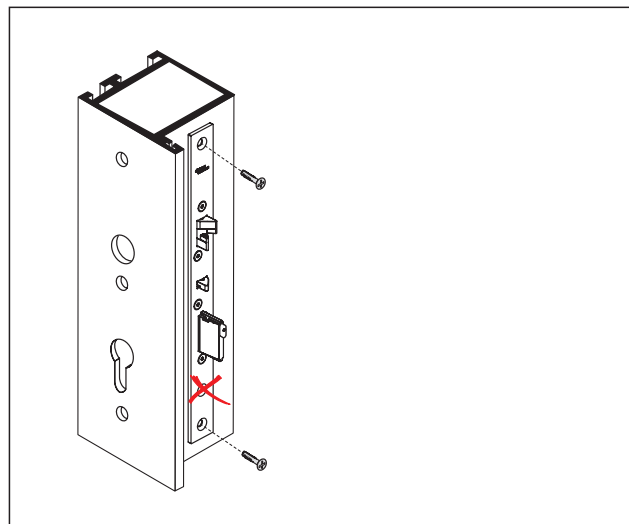

Fig. 18 Screw door lock tight
3. Screw the door lock tight (Abb. 18).